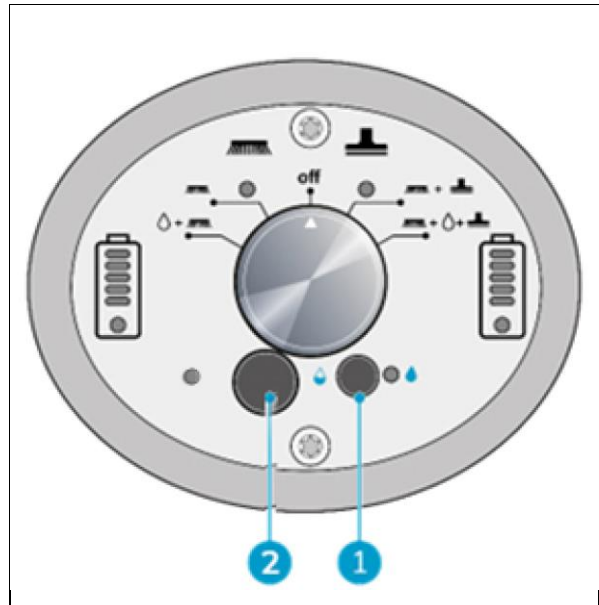
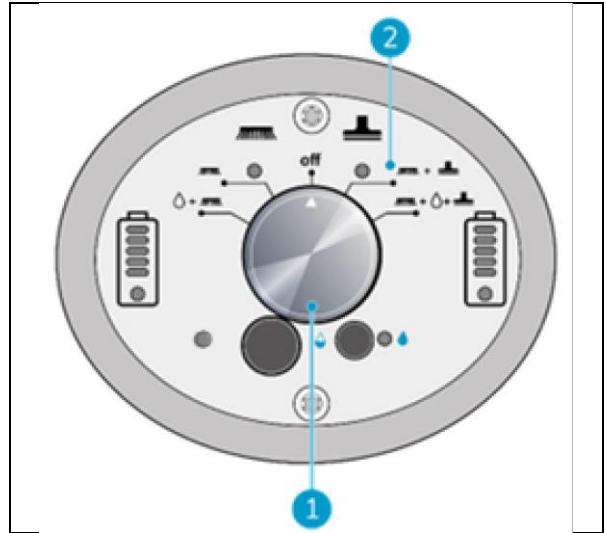

Figure 21
Figure 22
2. Activez le mode ÉCO en appuyant sur le bouton ÉCO, après avoir sélectionné votre mode de nettoyage. (figure 21, pos. 1).
4. Pour régler le débit d'eau lorsque le mode ÉCO est activé, vous pouvez retirer le capuchon en caoutchouc (figure 21, pos. 2) et utiliser un petit tournevis à tête plate pour modifier le débit sur le cadran sous le capuchon. Voir le tableau des débits à la page suivante.
1. Utilisez l'interrupteur principal i-mop XXL (figure 21, pos. 1) et choisissez le MODE 3 Brosse + Aspirateur sec (figure 22, pos. 2).